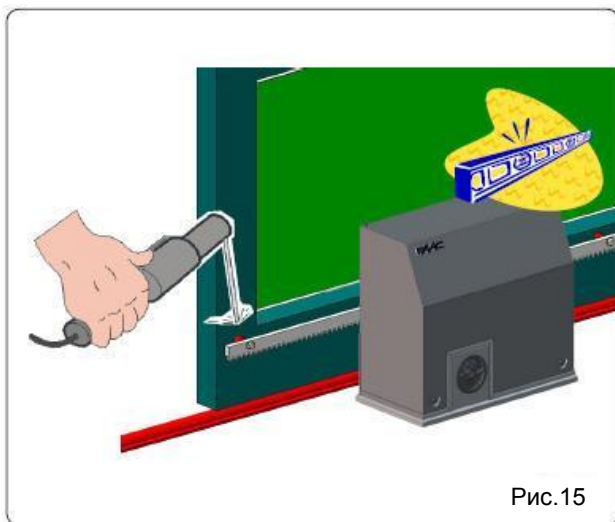

Рис.15
3. Положите первую секцию зубчатой рейки на шестерню и приварите резьбовой фиксатор, как показано на рис.15.